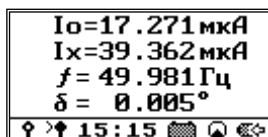

Рисунок 78
7.1.4.5 Убедившись в правильности подключения измерителя и собранной измерительной схемы, нажмите кнопку **Enter**, запустив первый этап измерений. Спустя два-три интервала заданного времени усреднения на экране пульта ДУ отобразятся актуальные рассчитанные величины (рисунок 78). Отслеживать обновление данных по прошествии интервала усреднения можно по вращающемуся кружку в строке статуса индикатора. Для